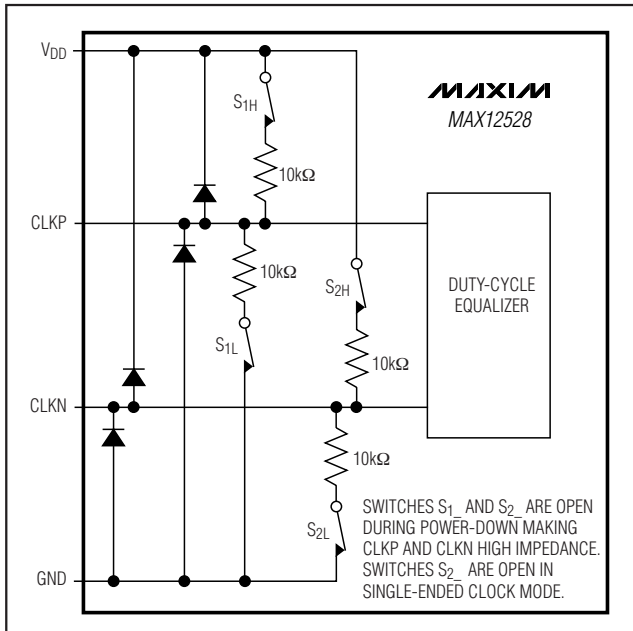

図4. 簡略クロック入力回路
MAX12528のサンプリングクロックはスイッチドコンデンサの入力T/Hアーキテクチャ(図3)を制御し、アナログ入力信号をサンプリングコンデンサに電荷として保存することができます。サンプリングクロックがハイの場合はこれらのスイッチは閉じ(トラックモード)、ローの場合は開きます(ホールドモード)(図4)。アナログ入力信号源は、サンプリングコンデンサの充電と放電に必要なダイナミック電流を供給可能でなければなりません。信号劣化を排除するために、これらのコンデンサを1/2クロックサイクル以内に1/2LSBの精度まで充電する必要があります。MAX12528のアナログ入力は、差動またはシングルエンド入力駆動をサポートしています。差動入力で性能を最適化するには、IN_PとIN_Nの入カインピーダンスを平衡させ、コモンモード電圧を中間電源($V_{DD}/2$)に設定してください。MAX12528は内部リファレンスモードとバッファ付き外部リファレンスモードで動作しているときに、COM出力を通じて $V_{DD}/2$ の最適コモンモード電圧を供給します。このCOM出力電圧を使って、図9、図10、および図11に示すような入力回路にバイアスをかけることができます。
MAX12528は、25%~75%と広い入力クロックデューティサイクルの差動およびシングルエンドクロック入力とともに受け付けます。シングルエンドクロック入力動作の場合は、DIFFCLK/SECLKとCLKNをGNDに接続してください。外部シングルエンドクロック信号をCLKPに印加してください。クロックジッタを抑制するには、外部シングルエンドクロックの立下りエッジを急峻にする必要があります。差動クロック入力動作の場合は、DIFFCLK/SECLKを OV_{DD} に接続してください。外部差動クロック信号をCLKPおよびCLKNに印加してください。クロック入力をアナログ入力とみなして、その配線ルートを他のアナログ入力およびデジタル信号ラインから遠ざけてください。MAX12528がリファレンスダウンされると、CLKPとCLKNはハイインピーダンスになります(図4)。
- 6) CLKPおよびCLKNクロック入力はハイインピーダンス状態になります(図4)。